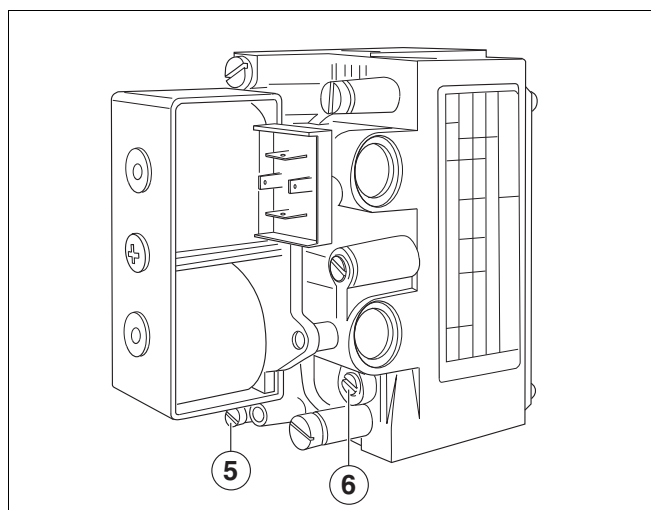

图 5 SIT 830 Tandem 气体燃烧器组件
- 取下排气开口上的保护盖（图 5）。
（图 5）进行设置，